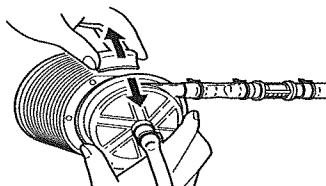

図7
8. スライドフックを引っ張り、本品をドライブモーターから取り外す。(図7)